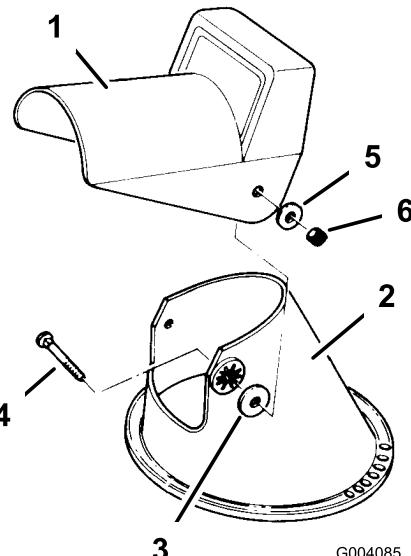

Bild 6
1. Positionieren Sie das Auswurfkanalablenklech auf den Auswurfkanal und richten Sie die Befestigungslöcher aus (Bild 6).
2. Setzen Sie an jeder Seite eine Gummischeibe zwischen das Auswurfkanalablenklech und den Auswurfkanal; achten Sie darauf, dass die Löcher weiterhin ausgerichtet sind (Bild 6).
**Hinweis:** Achten Sie darauf, dass die rechteckigen Kanten der Schlossschrauben mit dem inneren Rechteck am Auswurfkanal ausgerichtet sind. Die Metallscheiben sollten sich außen am Auswurfkanalablenklech befinden, siehe Bild 6. Ziehen Sie die Schrauben nicht zu fest.